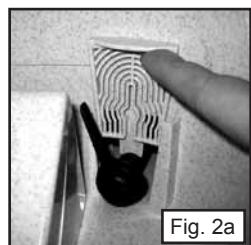

Fig. 2a
- 4) Fjern forfilteret ved forsigtigt at trække opad i forfilterets øvre kant og vask med vand og sæbe. (Se Fig. 2a)